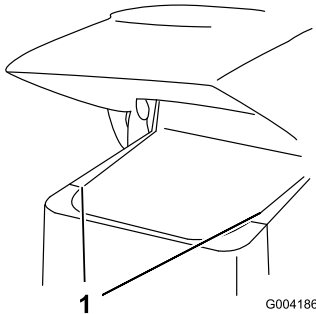

Bild 25
2. Schieben Sie die Seitengitter (Bild 25) nach oben und aus den Schlitzen im vorderen Gitter und im Rahmen.